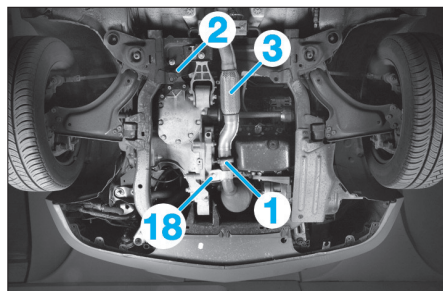

FIG. 41
- le collier (1) (Fig.41),
- Extraire l'échappement de ses cales élastiques (2).
- la vis de fixation (18) du catalyseur sur la boîte de vitesses (Fig.41)
- le catalyseur (19),